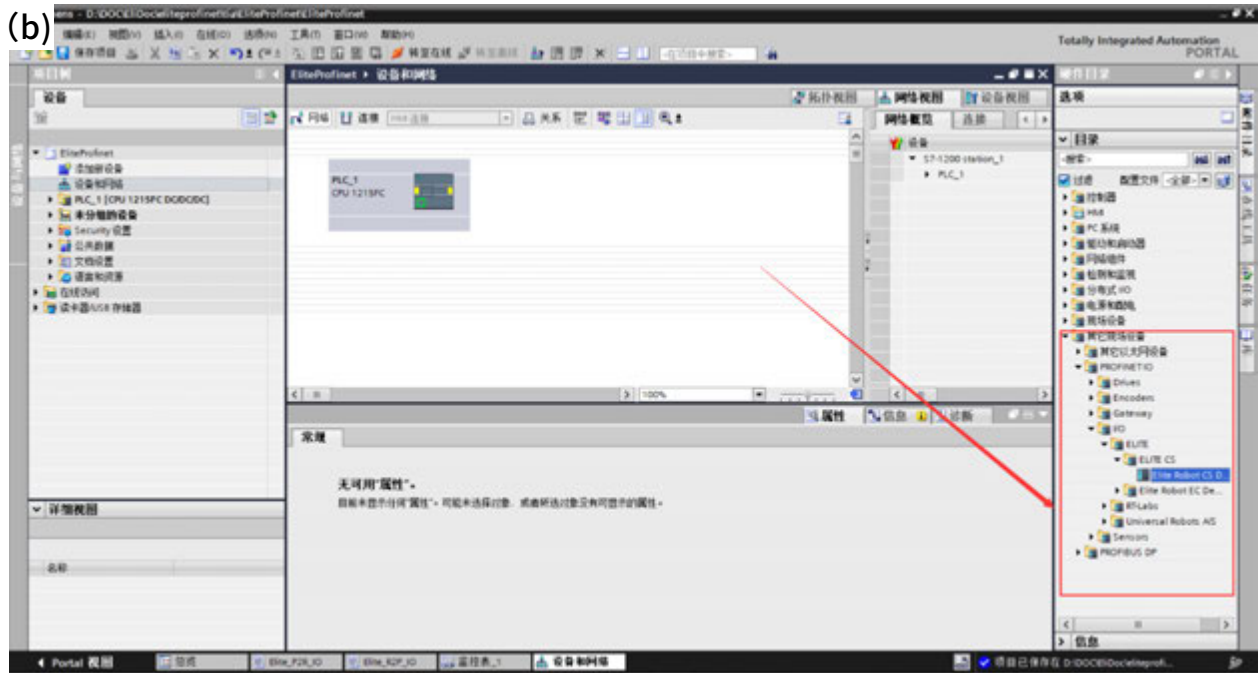

図 15-2 設備とネットワークの追加
1) 左側項目ツリーにおける「設備とネットワーク」をダブルクリックする、図 15-2 (a) に示す。ダブルクリックするか、右側のハードウェアディレクトリにドラッグする、詳細なルート：「他の現場設備> PROFINET IO> IO> ELITE> ELITE CS> Elite Robot CS Device」、図 15-2 (b) に示す。